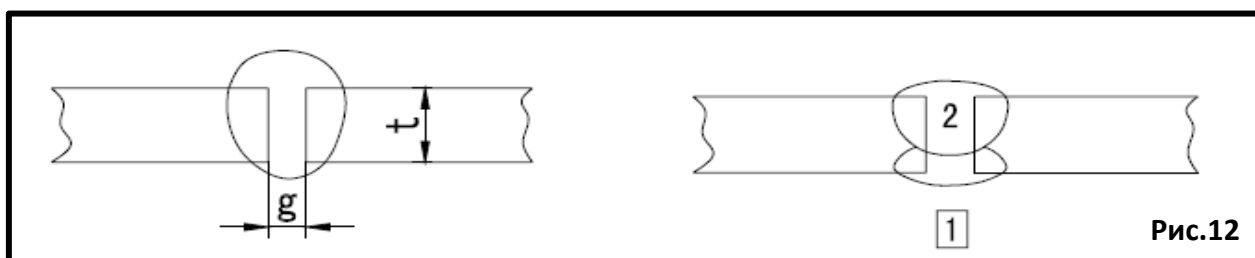

Рис.12
6.1. Параметры для сварки в стык (Рис.12).